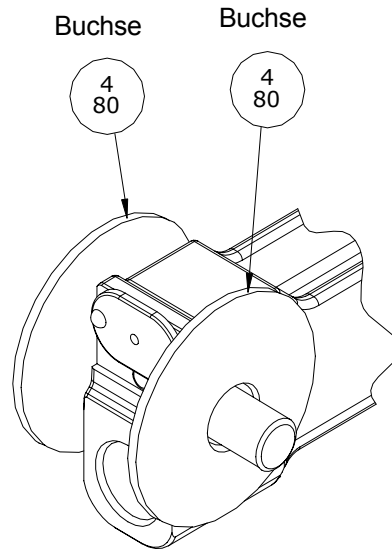

ABBILDUNG 1
- 3.3.8 Beide Buchsen (4-80) auf der Kolbeneinheit (4-50) installieren – siehe folgende Zeichnung (Abbildung 1).
ACHTUNG: Überprüfen Sie, ob beide Buchsen (4-80) zwischen den Jocharmen (1-20) und der Kolbeneinheit (4-50) sitzen. Siehe Abbildung 1.